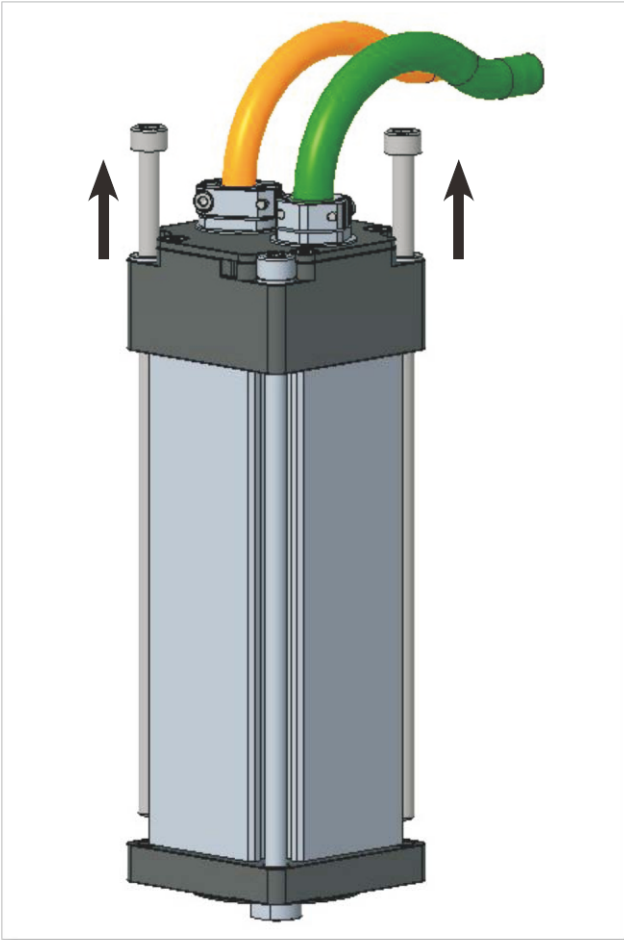

图12-15 拆下2个安装螺丝
3. 拆下两个SHCSM5X155安装螺丝。见图12-15。